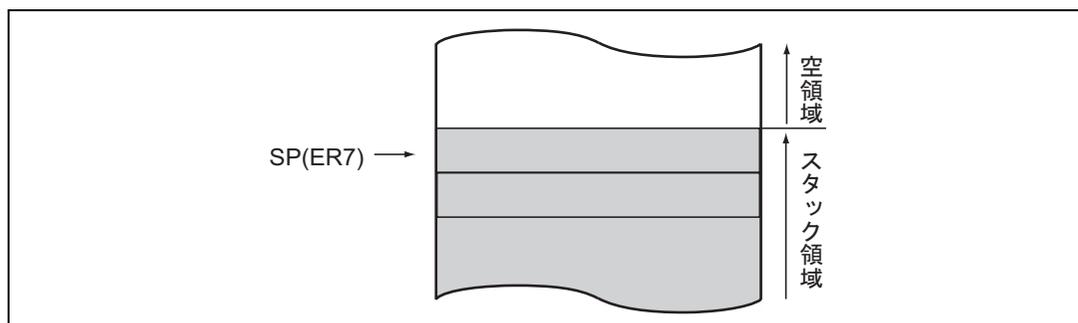

図 2.5 スタックの状態
汎用レジスタ ER7には、汎用レジスタとしての機能に加えて、スタックポインタ (SP) としての機能が割り当てられており、例外処理やサブルーチン分岐などで使用されます。スタックの状態を図2.5に示します。